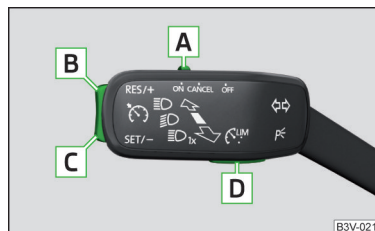

Fig. 269 Elementele de comandă ale sistemului de menținere automată a vitezei de deplasare
Prezentare generală a elementelor de operare a GRA » fig. 269
- Prin acționarea tastei **D** » fig. 269 în timpul reglării, aceasta se întrerupe și se dezactivează limitatorul de viteză.